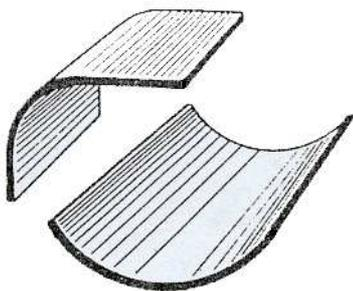

Fig.1
Rouler une tôle c'est lui donner, partiellement ou totalement, une forme cylindrique ou conique. Le roulage peut-être ouvert (fig.1) ou fermé (fig.2). On dit couramment que la tôle est roulée : on a réalisé une virole.
**Problème :** (figure 1)